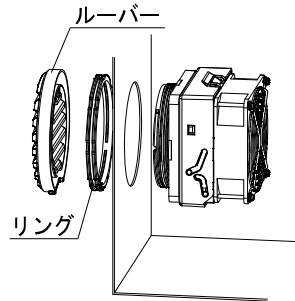

図13
③WLP-13(C)に付属されている取扱説明書に従い、WLP-13(C)をキャビネットに固定してください。(図13参照)